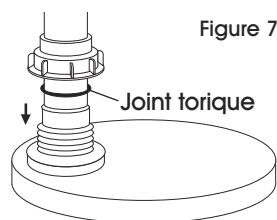

Figure 7
7. Insérez la tige de pompe dans la partie inférieure du couvercle. Poussez la pompe à l'intérieur du conteneur jusqu'à ce qu'elle touche le fond, tout en y glissant le joint torique vers le haut. (Voir figure 7)